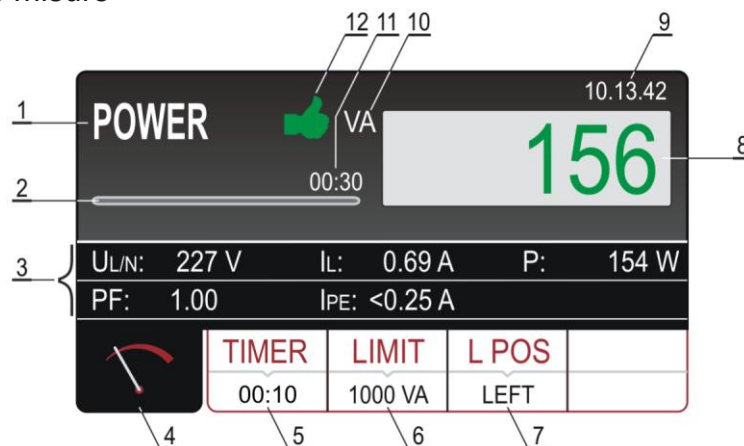

Fig. 64: Schermata dei risultati delle prove di POWER
9. Il risultato del test (potenza apparente) è mostrato in verde se inferiore o uguale al valore limite impostato oppure in rosso se superiore al valore limite impostato. Il risultato finale sarà accompagnato dal simbolo  verde e da un segnale acustico breve (risultato OK) o dal simbolo  rosso e da un segnale acustico prolungato (risultato non OK). La Fig. 64 mostra un esempio di schermata con i risultati delle misure